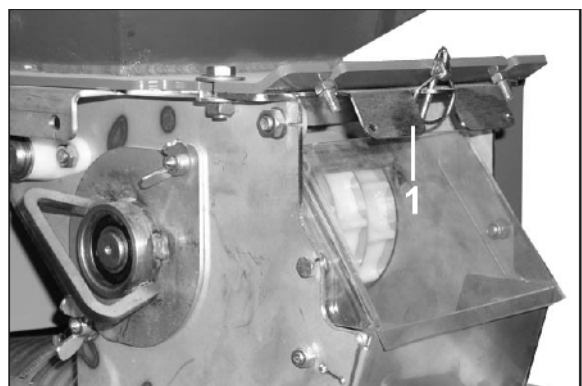

Рис. 102
2. Закройте заслонку (Рис. 102/1), если необходимо разгрузить только дозатор, без бункера (см. на стр. 110).